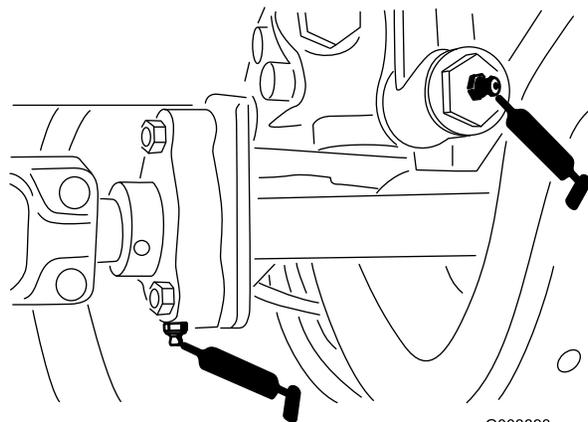

Figure 46
- 1 graisseur sur la timonerie de commande de déplacement sur la transmission (Figure 46)
- 1 graisseur sur le palier de support d'arbre de transmission (Figure 46)
- 3 graisseurs sur l'arbre de transmission de pont arrière (Figure 46)